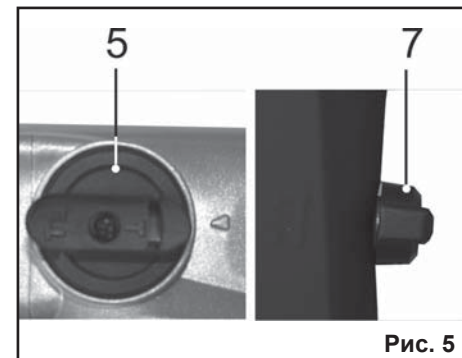

Рис. 5
9.3.2. Нажав на кнопку, поверните переключатель режимов (5) в положение «осевой удар» согласно Рис.5.
9.3.3. Установите переключатель - флажок (7) в положение «сверление с осевым ударом» согласно Рис.5.
9.4.4. Зафиксируйте это положение, установив переключатель «Б» (7) в положение «сверление с осевым ударом» согласно Рис.5.